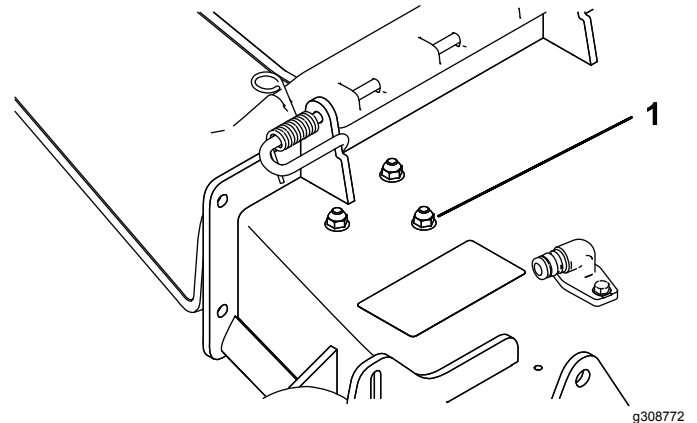

Figure 4
1. Nehmen Sie die Muttern und Schrauben von der in Figure 4 dargestellten Stelle ab.